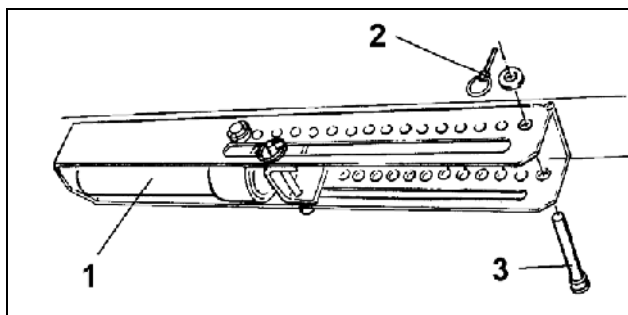

Fig. 88
- Despresurizar el cilindro hidráulico (Fig. 88/1).
- Enchufar el perno (Fig. 88/3) en una perforación del grupo de agujeros y asegurar con un pasador clavija (Fig. 88/2).